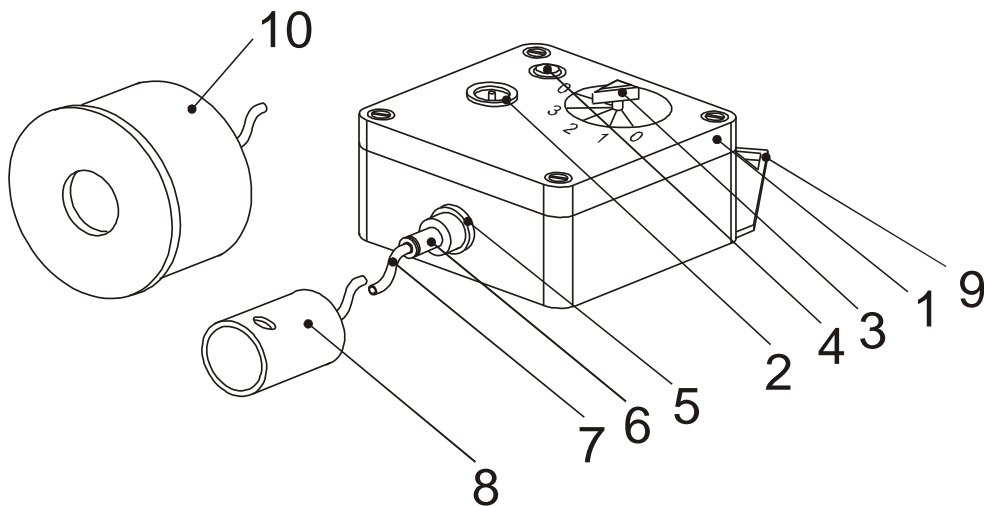

Рис. 1. Внешний вид генератора
1.4.1. Внешний вид генератора показан на рис. 1. На верхней крышке корпуса генератора **1** расположены разъем ЗАРЯДКА **2**, переключатель режимов работы **3**, светодиод включения и состояния блока аккумуляторов **4**. На передней панели корпуса расположены гайка **5**, закрепляющая фитинг **6** для присоединения фторопластовой трубки **7**. Градуировочная насадка **8** предназначена для подачи смеси на вход проверяемого прибора. Для переноски генератора на задней панели установлен крепежный элемент **9**. Фильтр-поглотитель **10** служит для поглощения хлора из смеси во время выхода генератора на режим и между использованием.
2.1.2. Перед использованием полностью зарядите блок аккумуляторов: переведите переключатель 3 режимов работы в положение 0 (выкл), выходной разъем зарядного устройства вставьте в разъем ЗАРЯДКА **2** (см. рис. 1). Подключите зарядное устройство к сети переменного тока 220 В, 50 Гц. Время первой зарядки составляет не менее 8 часов.
2.2.1. Поместите генератор в вытяжной шкаф или соедините фторопластовую трубку **7** с фильтром – поглотителем **10** (см. рис. 1).